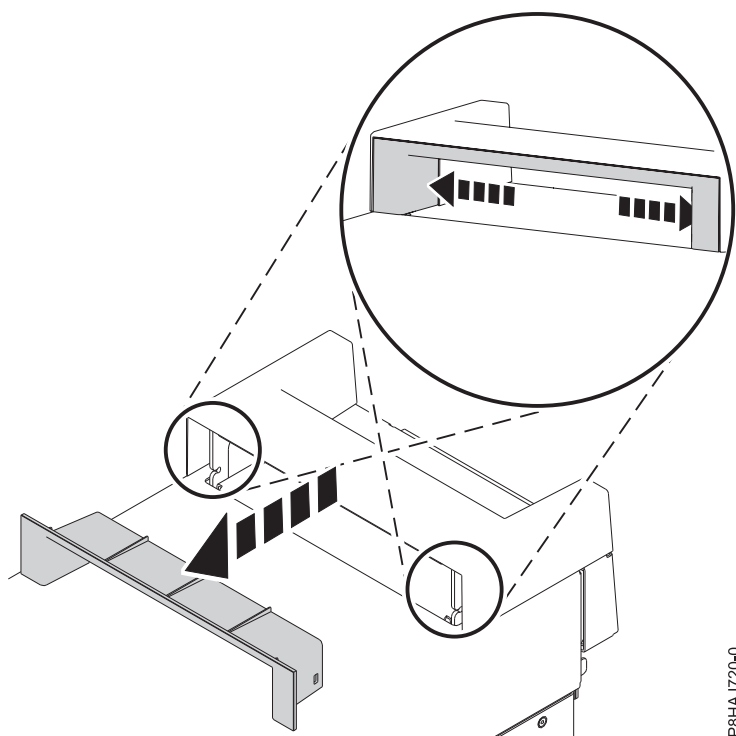

Figura 23. Remover a peça dentro da tampa da pega num sistema autónomo 8286-41A
1. Remova a peça de plástico dentro do interior da tampa da pega ao empurrar os trincos no interior firmemente e ao fazê-la deslizar. Consulte Figura 23 na página 42.